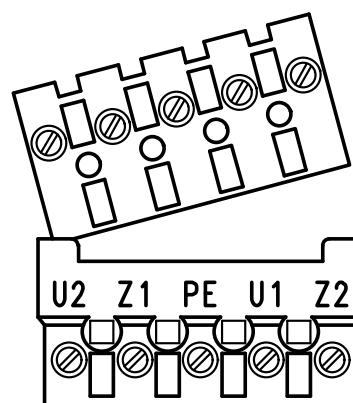

Figura 2: Clavija del motor
- Retirar la clavija del motor Z2 / U1/ Z1/ U2 / PE (figura 2)
- enchufa la clavija del motor Z2 / U1/ Z1/ U2 / PE (figura 2)